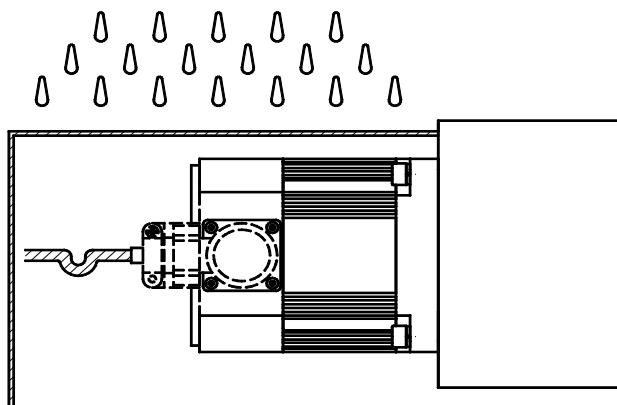

图 1
**10.1** 电动机结构按 GB 4208—2008/IEC 60529:2001《外壳防护等级(IP 代码)》, GB/T 4942.1—2006《旋转电机整体结构的防护等级 (IP 代码) 分级》的 IP65 进行防护, 防止人体触及电动机内部危险部件, 以及外来物质的干扰, 保证电动机正常工作。由于大部分切削液、润滑剂等液态物质渗透力很强, 电动机长时间接触这些液态物质, 很可能会导致不能正常工作或使用寿命缩短, 因此在电动机安装使用时需采取适当的防护措施, 尽量避免接触上述液态物质, 更不能将其置于液态物质里 (如图 1 所示)。
**10.2** 当电动机电缆排布不当时, 可能会导致切削液等液态物质沿电缆导入并积聚到接插件处, 继而引起电动机故障。因此, 在安装使用时尽量使电动机接插件朝下 (如图 1 所示) 或朝水平方向布置。